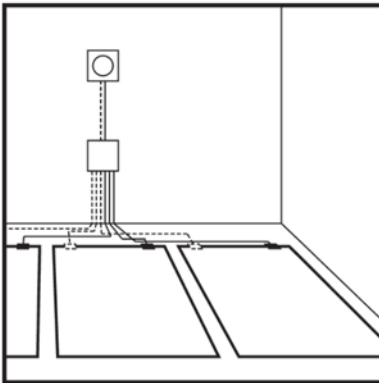

Bild 1
- Die Leiter sind in die elektrische Dose (vgl. Bild 1 und 2) oder direkt in den Thermostat anzuschließen. Nach der Verlegung der Bahnen mit Ohmmeter (vor der Verlegung des Fußbodenbelags) einzelne Bahnen messen und die Werte gemäß der na der Titelseite angeführten Tabelle kontrollieren – die Abweichung muss sich in der Toleranz von + 5% bis –10% befinden (falls die Folie verkürzt wurde, ist es nötig, diese Werte umzurechnen). Die gemessenen Angaben sind in den Garantieschein zu bemerken. In den Garantieschein sind ebenso die Positionen von Bahnen und Leitern, einschließlich ihrer Anschlussstelle, zu bemerken.